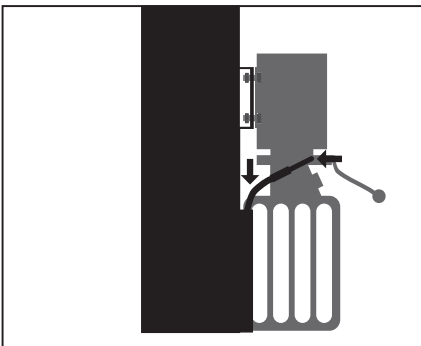
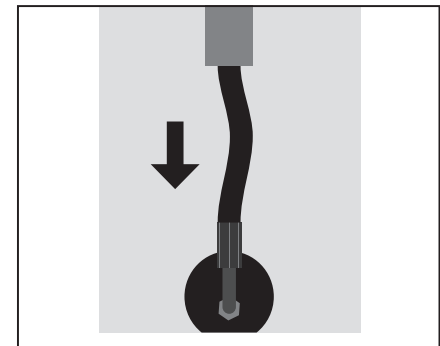

Fig. 14
Fig. 15
1. Hydrauliek slang aansluiten tussen pomp en cilinder (Fig. 14, Fig. 15)